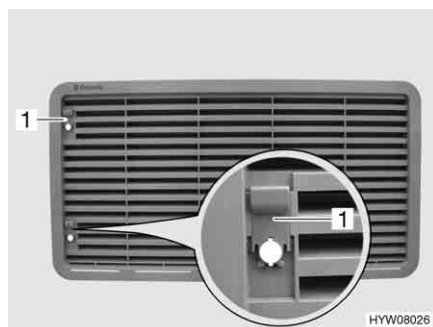

Fig. 187 Griglia di aerazione del frigorifero (con cursore)
- Spingere il cursore (Fig. 187,1) verso l'alto.